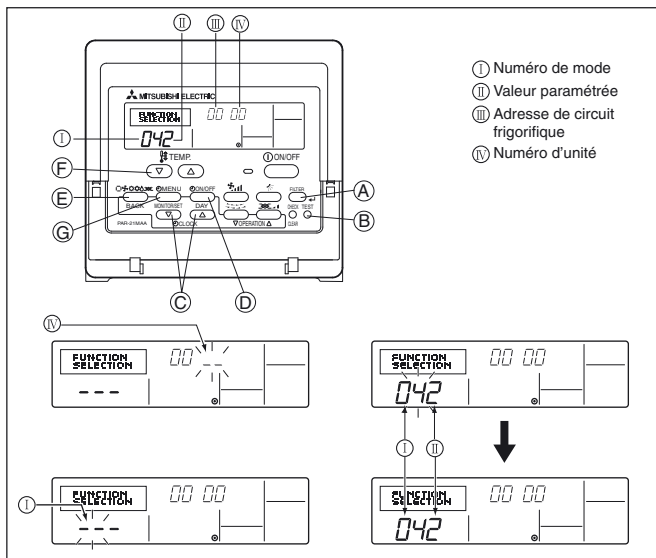

Fig. 1-7
1) Télécommande à fil (Fig. 1-7)